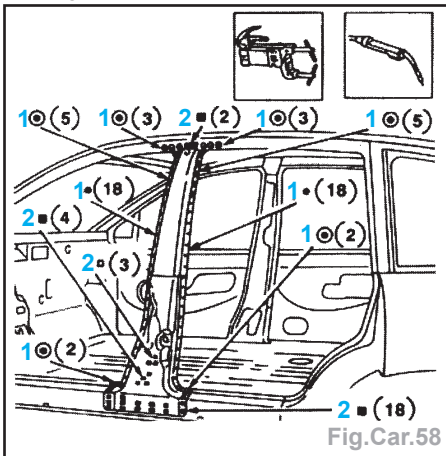

Fig.Car.58
- par points (1) et de remplissage (2) (Fig.Car.58).